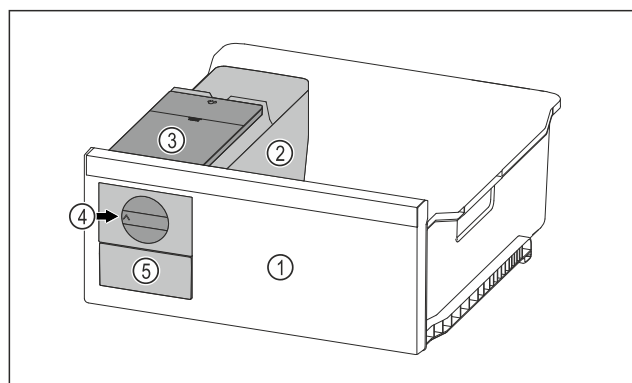

Fig. 179 Exempel
- Vrid reglaget Fig. 179 (4) medurs fram till anslaget.
- Isbitar faller från isbitsbrickan in i isbitslådan Fig. 179 (5).